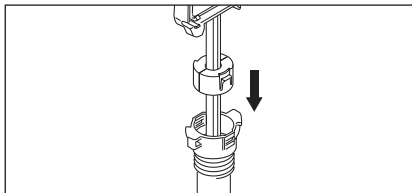

Figure 12. Remplacer le couvercle de la pompe
4. Remplacez le couvercle de la pompe. Insérez l'assemblage de la poignée de la pompe dans le cylindre. Alignez les languettes du couvercle avec les ouvertures dans le cylindre et enfoncez le couvercle jusqu'à ce qu'il s'enclenche. Voir la Figure 12.
1. Dévissez la section de la poignée de la section du levier du robinet. Voir la Figure 12.